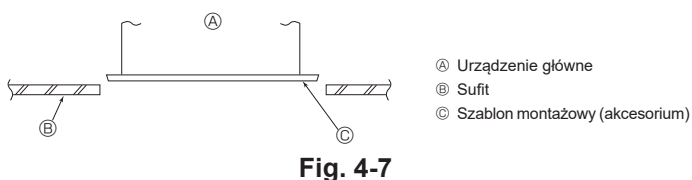

Fig. 4-7
4.6. Potwierdzanie położenia urządzenia głównego i dokręcanie śrub podwieszających (Fig. 4-7)